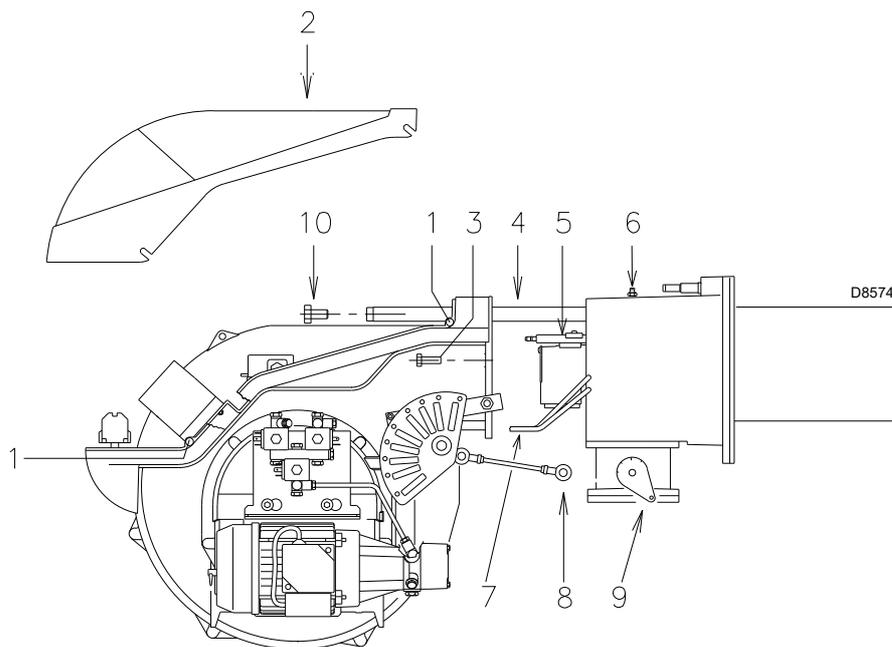

Fig. 47
- Desserrer les vis 1) et enlever le capot 2)(Fig. 47).
- Débrancher les tuyaux du fioul 7).(Fig. 47).
- Retirer les vis 3) et faire reculer le brûleur sur les glissières 4) (Fig. 47) d'environ 100 mm ;
On peut alors extraire la partie interne 5) après en avoir retiré la vis 6) (Fig. 47).